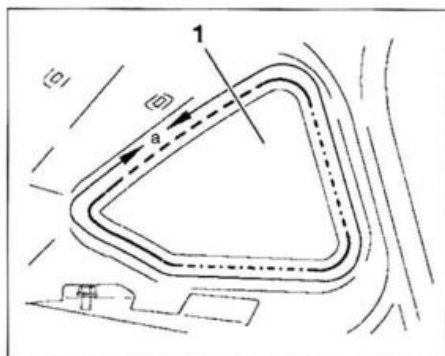

FIG. 59
- En el interior del vehículo, cortar el cordón de cola en (a) (fig. 59) y desmontar la luna de custodia (1).